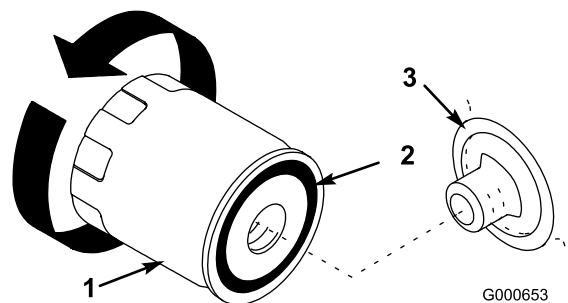

Figura 31
- Retire el filtro usado y limpie con un paño la superficie de la junta del adaptador del filtro (Figura 31).
11. Aplique una capa fina de aceite nuevo a la junta de goma del filtro nuevo (Figura 31).
12. Instale el filtro de aceite nuevo en el adaptador del filtro. Gire el filtro en el sentido de las agujas del reloj hasta que la junta de goma entre en contacto con el adaptador del filtro, luego apriete el filtro 1/2 de vuelta más (Figura 31).